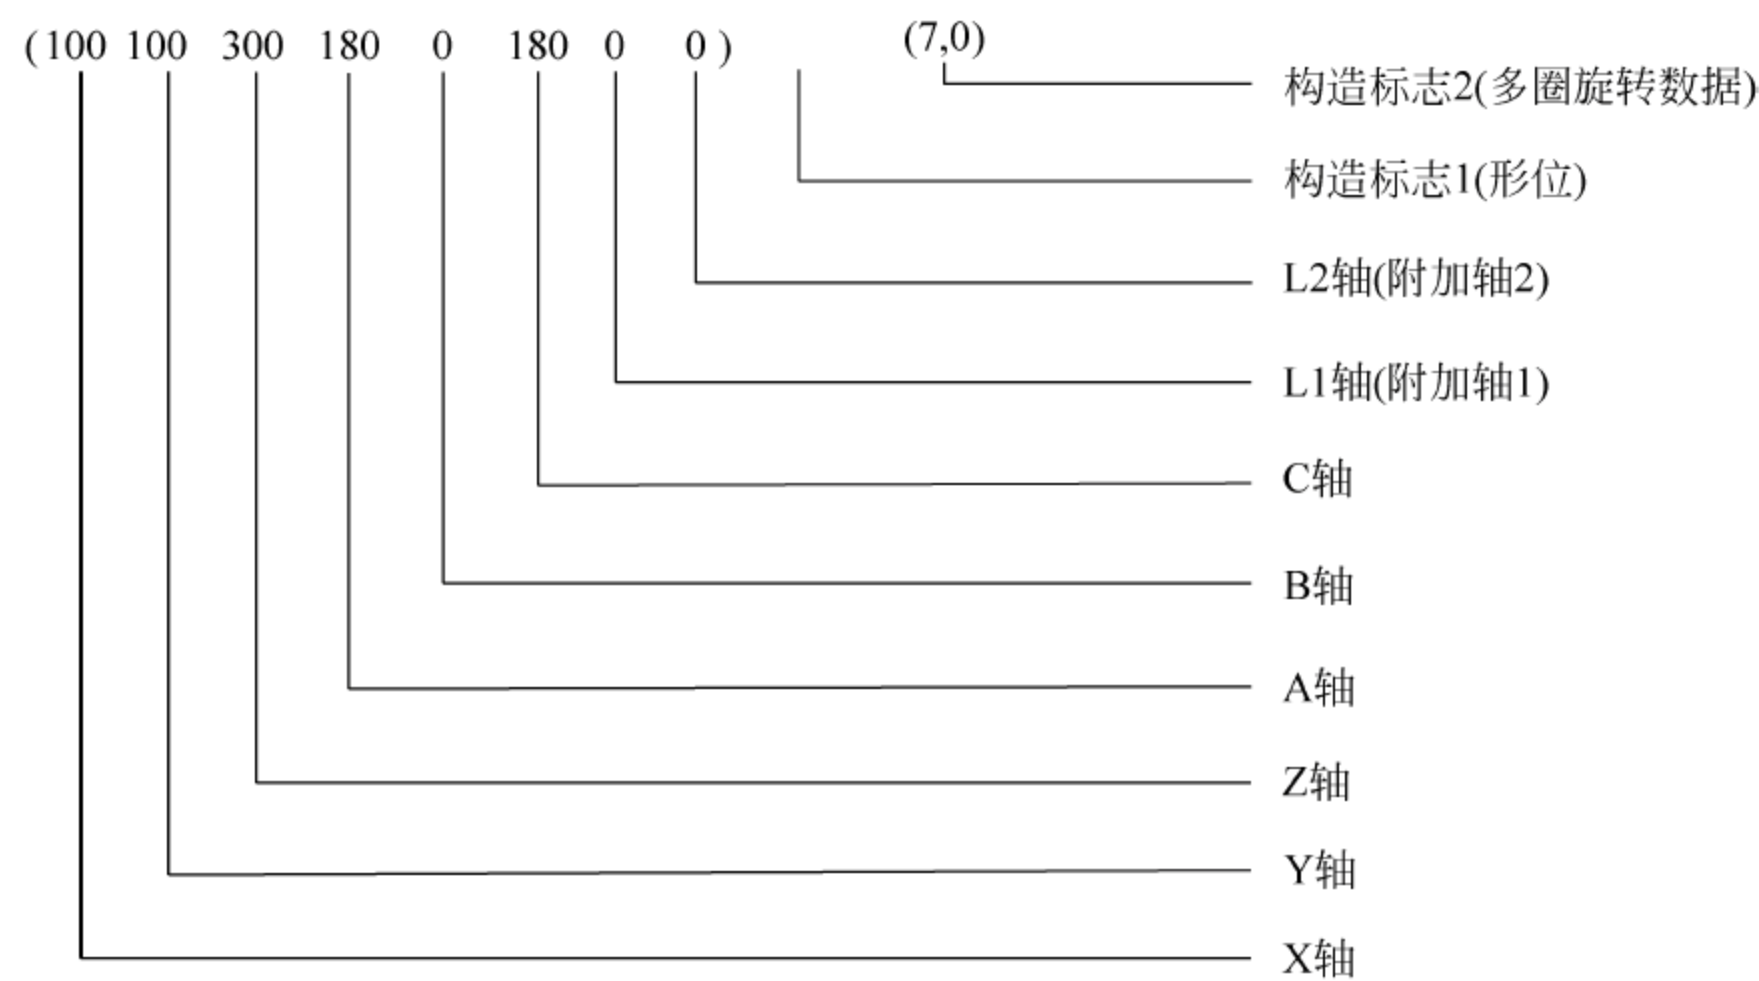
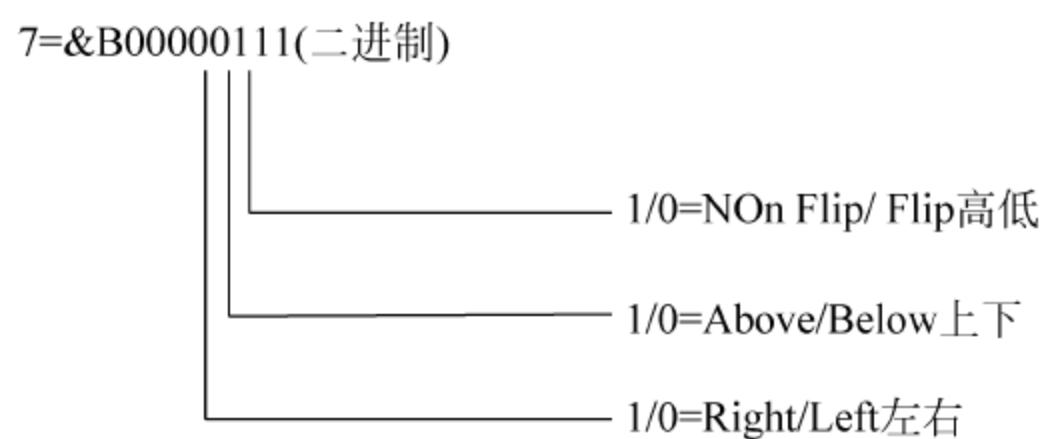

图 11-4 表示“位置点”的 8 个数据
图 11-5 表示 FL1——结构标志的二进制数
如图 11-4 和图 11-5 所示，“位置点”由以下几个数据构成。
(1) FL1——结构标志(上下左右高低位置)。用一组二进制数表示,“上下左右高低”用不同的 bit 表示,如图 11-5 所示。